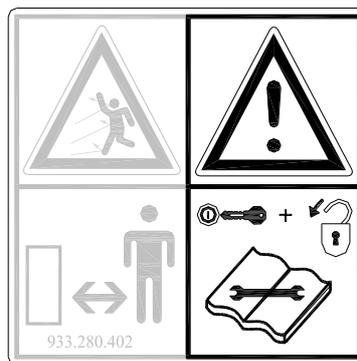
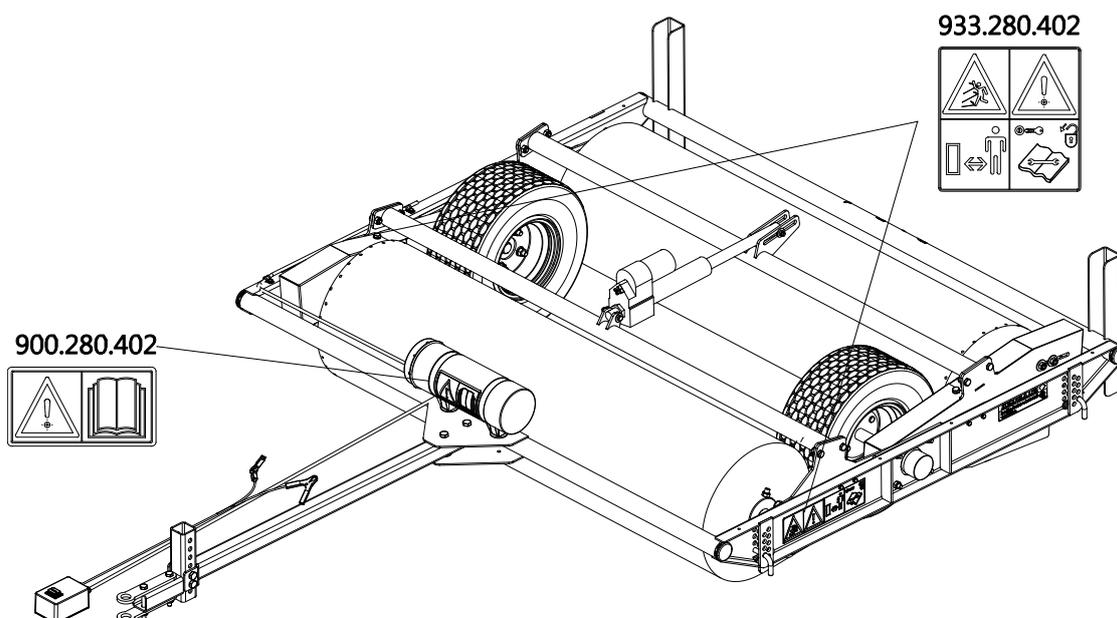

Fig. 2
Fig. 5
Durante el mantenimiento, ajuste y reparaciones, **siempre se debe desconectar el motor del tractor y sacar la llave de tractor del contacto** (Fig.2)
A ambos lados del Speed-Brush hay (Fig. 5) pegatinas de seguridad (Fig. 2, 3, 4) dejando ver estos avisos. Estas pegatinas de seguridad siempre deben ser bien visibles y legibles. Deben ser repuestas cuando son dañadas.
(7) Colocación de pegatinas de seguridad. (Fig. 5)